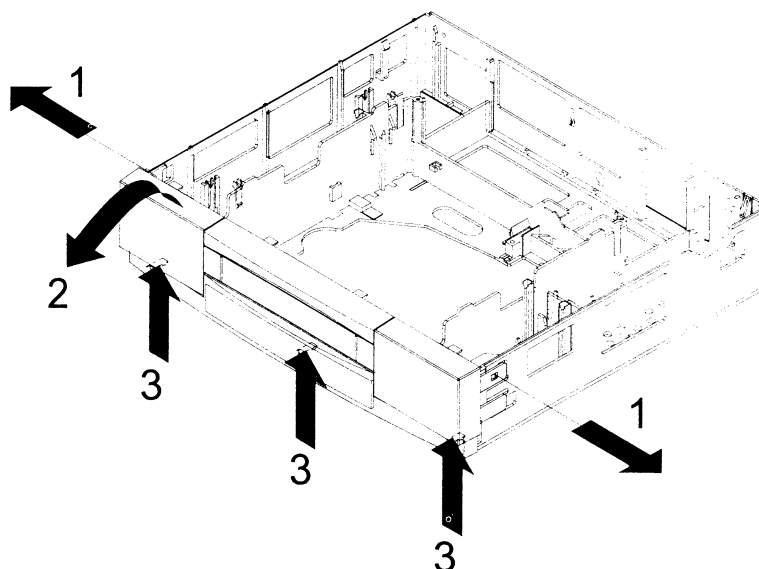

Fig. 3
- Die Front oben leicht nach vorne drücken und die 3 Schnapphaken an der Unterseite der Front entriegeln und nach vorne abziehen. (siehe Fig. 3)